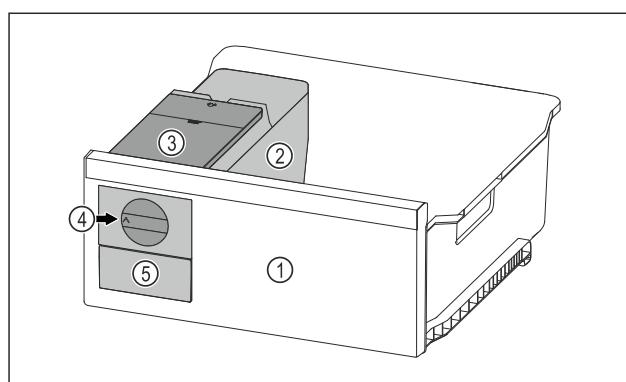

Fig. 108 Reprezentare exemplificatoare
- Rotiți butonul rotativ Fig. 108 (4) în sens orar până la opritor.
- Cuburi de gheață cad din tava pentru cuburi de gheață în sertarul pentru cuburi de gheață Fig. 108 (5).